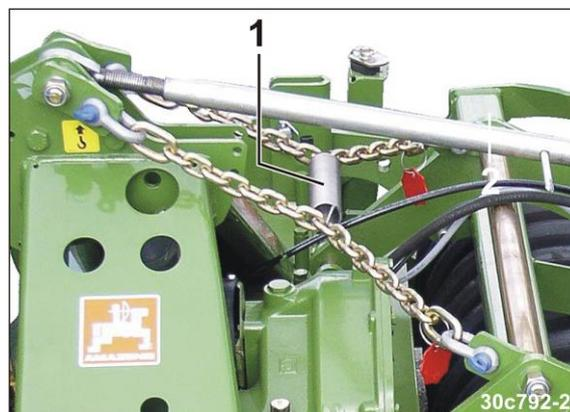

图 80
6. 用拉簧 (图 80/1) 将链条连接起来。链条在松懈状态下不得碰到土壤耕作机的塔。